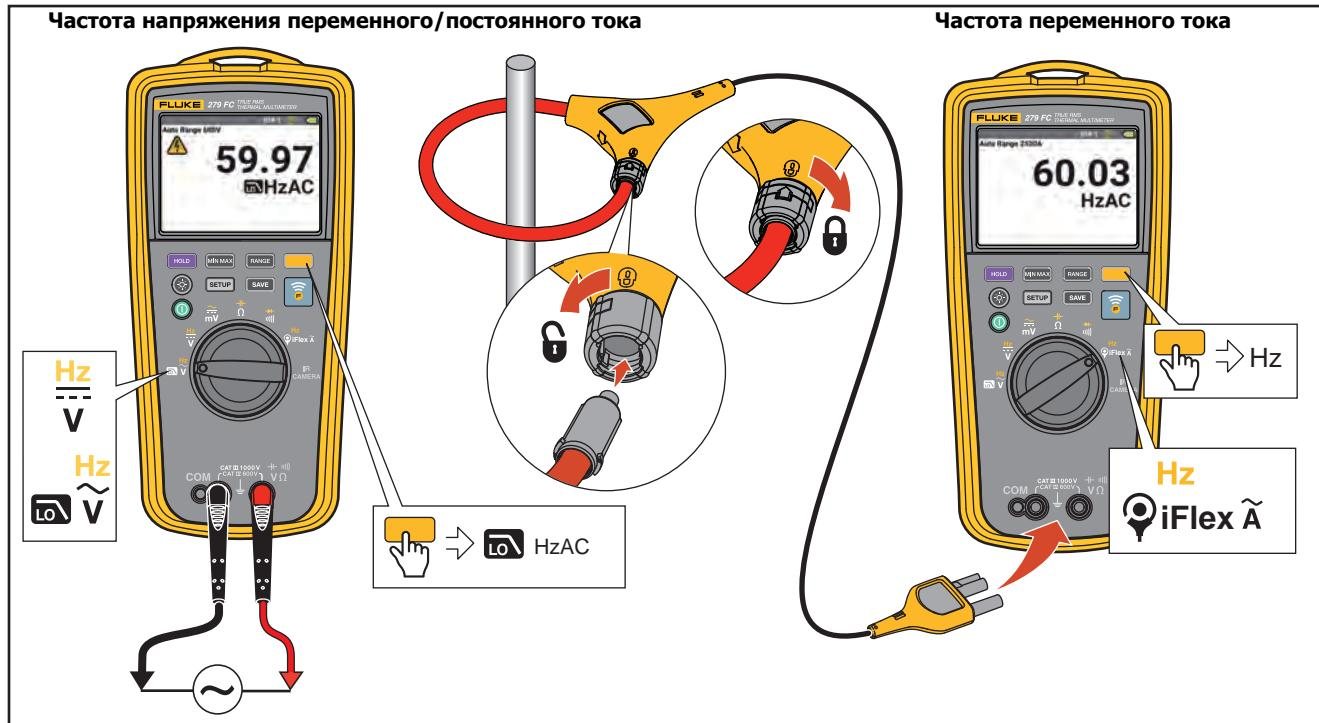

Рисунок 12. Измерение частоты
- Измерения частоты. См. Рисунок 12.
Убедитесь, что вы используете принадлежность, которая подходит для данного типа измерений. См. Рисунок 12.